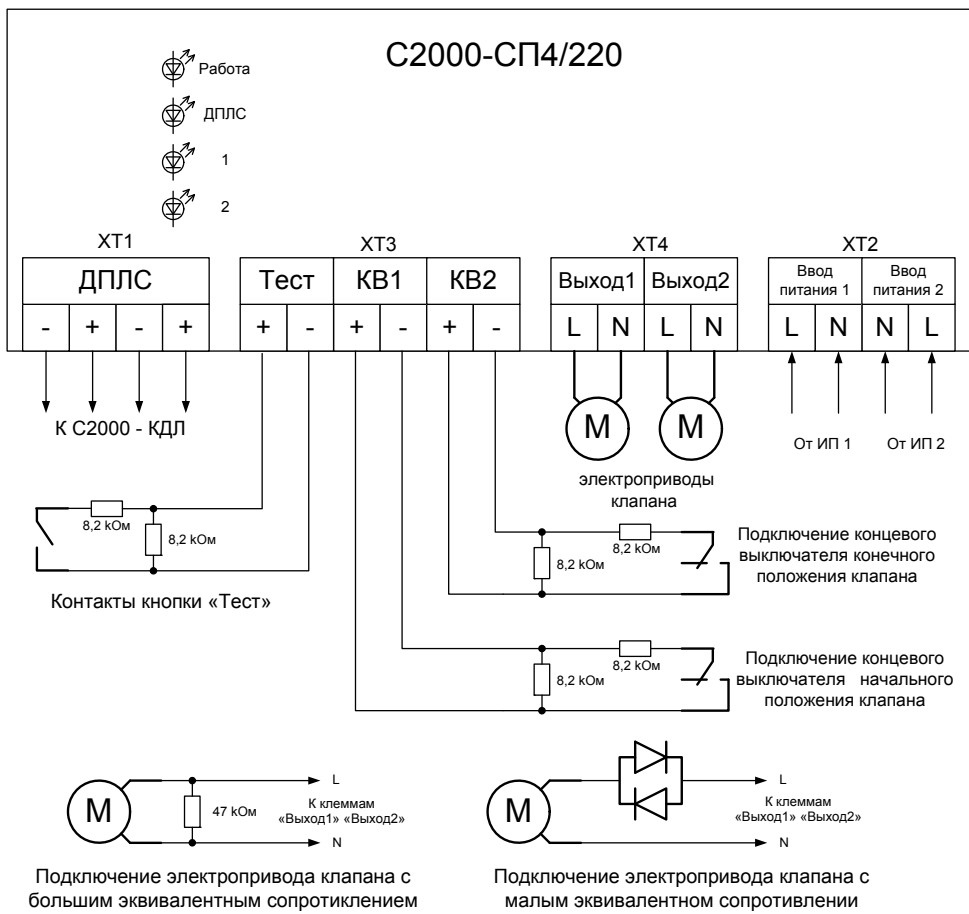

Рисунок 1. Схема внешних соединений
2.1.4 При подключении к блоку исполнительных устройств с эквивалентным сопротивлением от 100 Ом до 50 кОм подключение осуществляется напрямую, установки каких либо дополнительных элементов не требуется (см. рис.1).
2.1.5 При эквивалентном сопротивлении нагрузки менее 100 Ом (напряжение между клеммами выхода меньше 0,06 В, ток контроля 0,5 мА) необходимо последовательно с исполнительным устройством подключить 2 встречно параллельных диода соответствующей мощности, установить которые необходимо вблизи от исполнительного устройства (см. рис.1).
2.1.6 При эквивалентном сопротивлении нагрузки при напряжении контроля 5 В более 50 кОм (напряжение между клеммами выхода больше 4 В) необходимо параллельно с исполнительным устройством подключить резистор номиналом менее 50 кОм соответствующей мощности (рекомендуемый номинал 47 кОм – 2 Вт), установить который необходимо вблизи от исполнительного устройства (см. рис.1).